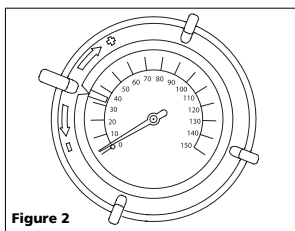

Figure 2
- 3) Réglez la jauge d'arrêt en tournant la bague sur la jauge jusqu'à ce que le bord inférieur de l'indicateur soit juste au-dessus de la pression voulue (voir Figure 2).